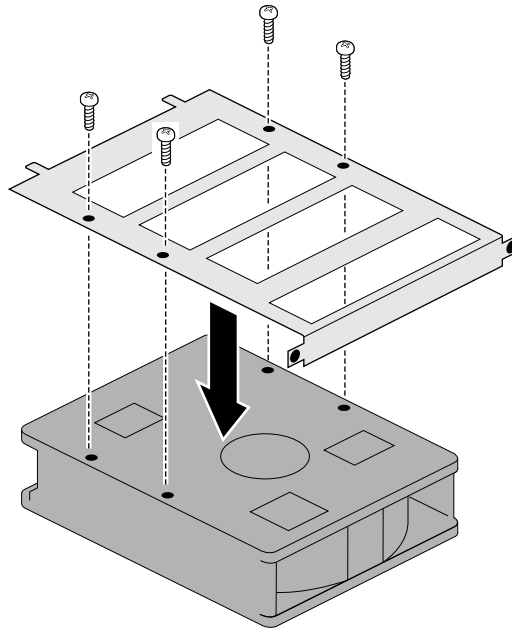

Figura 4-16 Fixando o trilho de montagem da unidade
6. Coloque a unidade de cabeça para baixo em uma superfície limpa e seca. A sua área de trabalho poderá servir. Veja a Figura 4-16.